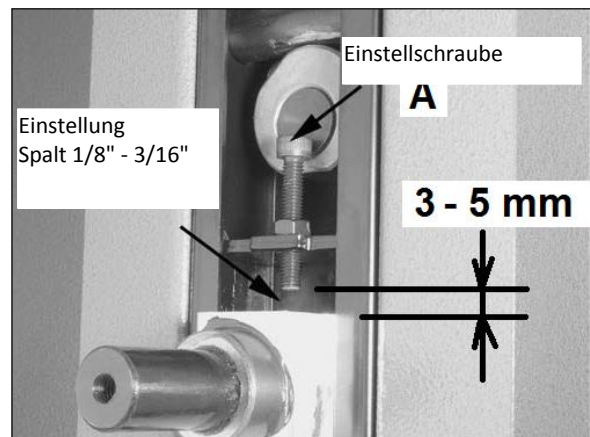

Abb. 38
**JWBS-15 und JWBS-18:** Die Einstellschraube (A, Abb. 38) drehen, bis der Spalt zwischen der Schraube und dem Radwellenscharnier 3 bis 5 mm beträgt.